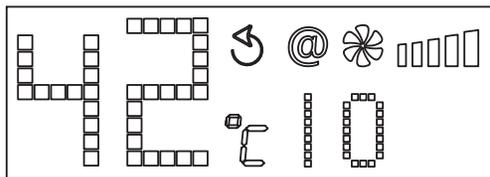

FIGURA 22
- La unidad básica que usa el agua es 10L, el rango de visualización es 000-999, cuando aparece "90" como en la figura 22, significa que el volumen del agua usada es de 900L, cuando el número llega a 999, significan 9990L, y el indicador regresa automáticamente a cero.
- 2.La función de advertencia anticongelante no necesita botón de operación. Mientras esté prendido o en modo de espera, cuando el calentador de agua esté en peligro de congelarse, el calentador de agua sonará una alarma automáticamente, el tiempo de la alarma es de 1 minuto, y se visualizará, @10, como se muestra en la figura 22.